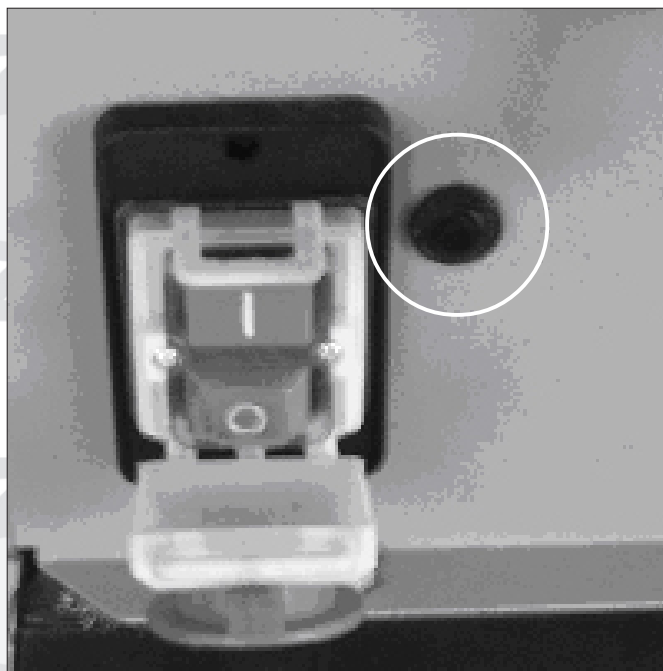

Fig. 13
Bordscirkelsågen är försedd med ett överbelastningsskydd, som slår av bordscirkelsågen om denna överbelastas. Stäng av bordscirkelsågen och vänta en minut. Tryck på nollställningsknappen (51) och sätt på bordscirkelsågen igen enligt vad som visas i Fig. 13.